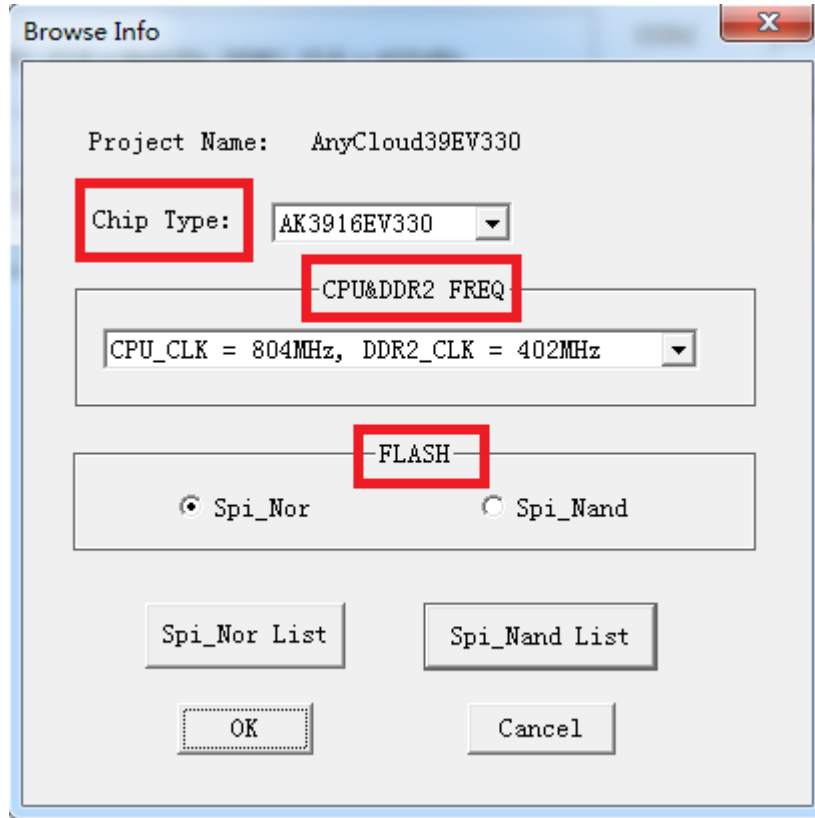

图 2-4 Project Info 界面
(6) 点击 **Project Info**，按需求选择下列配置项，如图 2-4 所示。